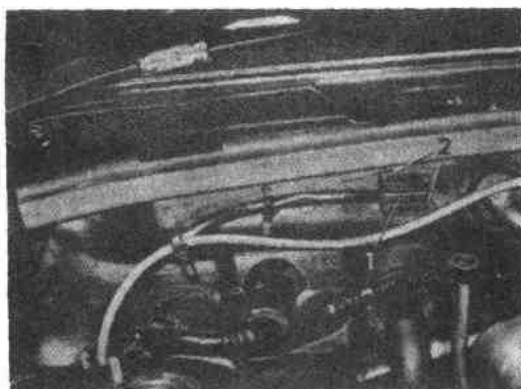

图 4-1-5
- (1) 按图 4-1-5 所示, 拆开防火墙上的串联电阻插头 (1)。